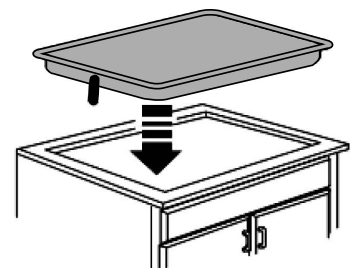

Figure 6
- 2 Après que le joint en mousse ait été fixé, placez la table de cuisson dans le comptoir (voir figure 6).